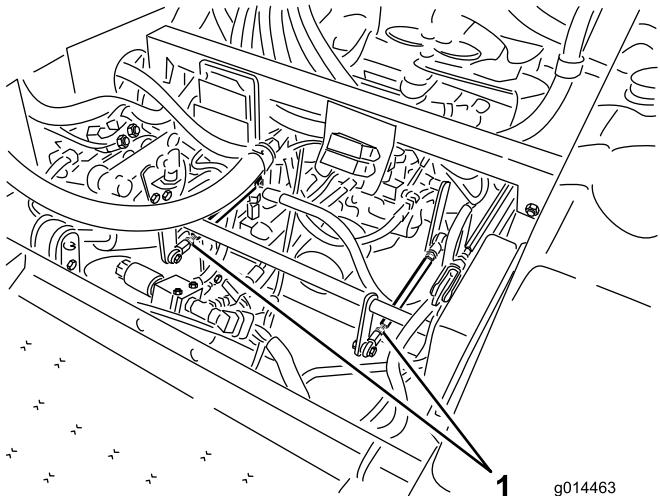

Figura 49
- Si el neumático trasero izquierdo está girando, afloje las contratuerzas de la varilla de control de la transmisión del lado izquierdo (Figura 49).